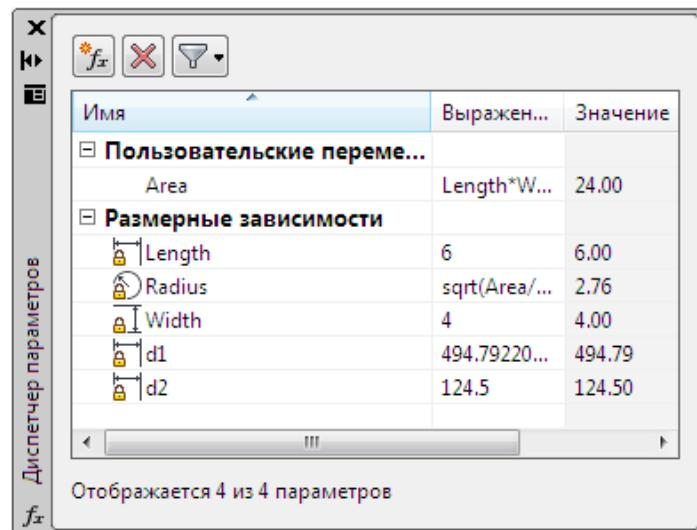

Рис. 12.6. Диалоговое окно **Диспетчер параметров**
**Диспетчер параметров** (рис. 12.6) позволяет определить дополнительные *пользовательские переменные*, на которые могут ссылаться размерные зависимости и другие пользовательские переменные. Назначаемые пользователем выражения могут содержать разнообразные предварительно заданные функции и константы.